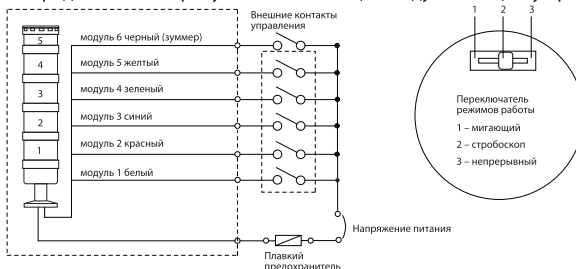

Рисунок 2. Схема подключения
5.4. Перед включением проверить электрическое соединение, которое должно соответствовать схеме (каждый цвет провода соответствует цвету сигнального модуля, черный – зуммер, серый – общий), указанной в данном описании, и установить DIP-переключателем необходимый режим работы на каждом модуле (1 – мигающий, 2 – стробоскоп, 3 – непрерывный) (см. схему подключения – рис. 2).